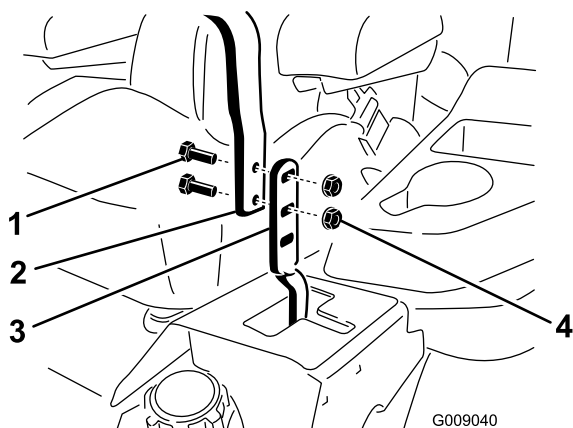

Figure 85
3. Desserrez les boulons et les écrous à embase situés dans les leviers (**Figure 85**).